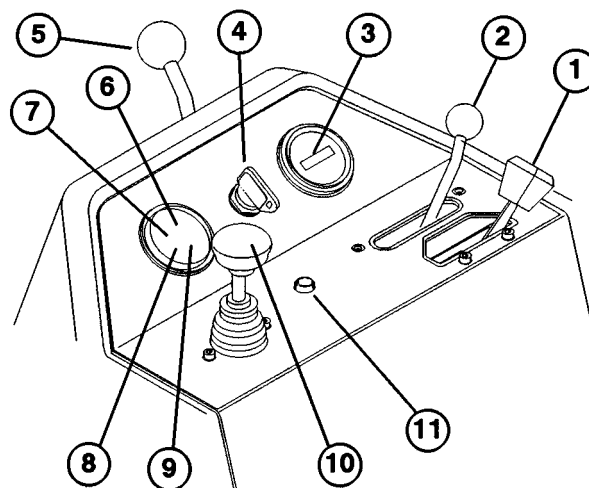

Figure 10
**Commande d'accélérateur** (Fig. 10)—Permet de régler le régime du moteur. Déplacer la commande vers "FAST" pour augmenter le régime moteur; déplacer la commande vers "SLOW" pour réduire le régime.
**Levier de commande de fonctionnement** (Fig. 10)—Fournit deux (2) sélections de déplacement, plus une position "POINT MORT". Il est possible d'alterner entre la sélection "tonte" et la sélection "transport" (mais pas le point mort) pendant que la Greensmaster 3200-D est en mouvement, sans pour autant provoquer de dégâts.
**Compteur horaire** (Fig. 10)—Indique le nombre total d'heures de fonctionnement de la machine. Il se déclenche chaque fois que la clé de contact est tournée en position "ON".
**Commutateur à clé** (Fig. 10)—Introduire la clé dans le commutateur, la tourner autant que possible dans le sens des aiguilles d'une montre jusqu'à la position "START" (démarrage) pour mettre le moteur en marche. Relâcher la clé dès que le moteur démarre; elle revient alors en position "ON" (contact établi). Tourner la clé dans le sens contraire des aiguilles d'une montre jusqu'à la position "OFF" (contact coupé) pour arrêter le moteur.
**Levier de verrouillage de bras de direction** (Fig. 10)—Tourner le levier en arrière pour desserrer le réglage, lever ou abaisser le bras de direction au goût de l'utilisateur, puis tourner le levier en avant pour serrer le réglage.
**Témoin de surchauffe du liquide de refroidissement** (Fig. 10)—Ce témoin, s'allume et le moteur est immédiatement coupé lorsque la température du liquide de refroidissement est trop élevée.
**Bouton de commande manuelle après surchauffe** (Fig. 10)—Si le moteur est coupé en raison d'une surchauffe, appuyer sur ce bouton et le maintenir enfoncé jusqu'à ce qu'il soit possible de déplacer la machine en lieu sûr où elle pourra refroidir.
**Témoin de préchauffage** (Fig. 10)—S'allume pour indiquer que les bougies de préchauffage sont sous tension.
**Témoin de charge** (Fig. 10)—S'allume si la charge de batterie est basse.
**Témoin de pression d'huile** (Fig. 10)—S'allume si la pression d'huile moteur devient dangereusement basse.
**Levier de relevage/descente/tonte** (Fig. 10)—Lorsque la machine fonctionne, déplacer le levier en avant pour abaisser les unités de coupe et démarrer les cylindres. Ramener le levier en arrière pour arrêter les cylindres et relever les unités de coupe. Les cylindres peuvent être arrêtés pendant le fonctionnement en ramenant momentanément le levier en arrière, puis en le relâchant. Déplacer le levier en avant pour redémarrer les cylindres.